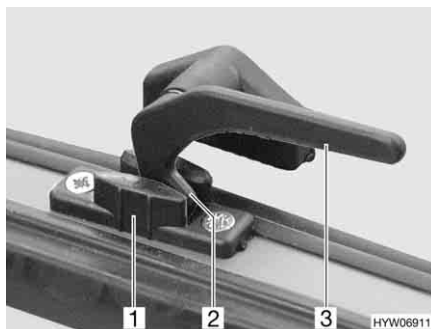

Fig. 24 Leva di serraggio in posizione "Aerazione continua"
- In posizione di "Aerazione continua" (Fig. 24)
- Ruotare la leva di serraggio (Fig. 24,3) di un quarto di giro verso il centro della finestra.
- Girare nuovamente all'indietro la leva di serraggio. Riportare contemporaneamente il nasello di chiusura (Fig. 24,2) nella rientranza della chiusura della finestra (Fig. 24,1).